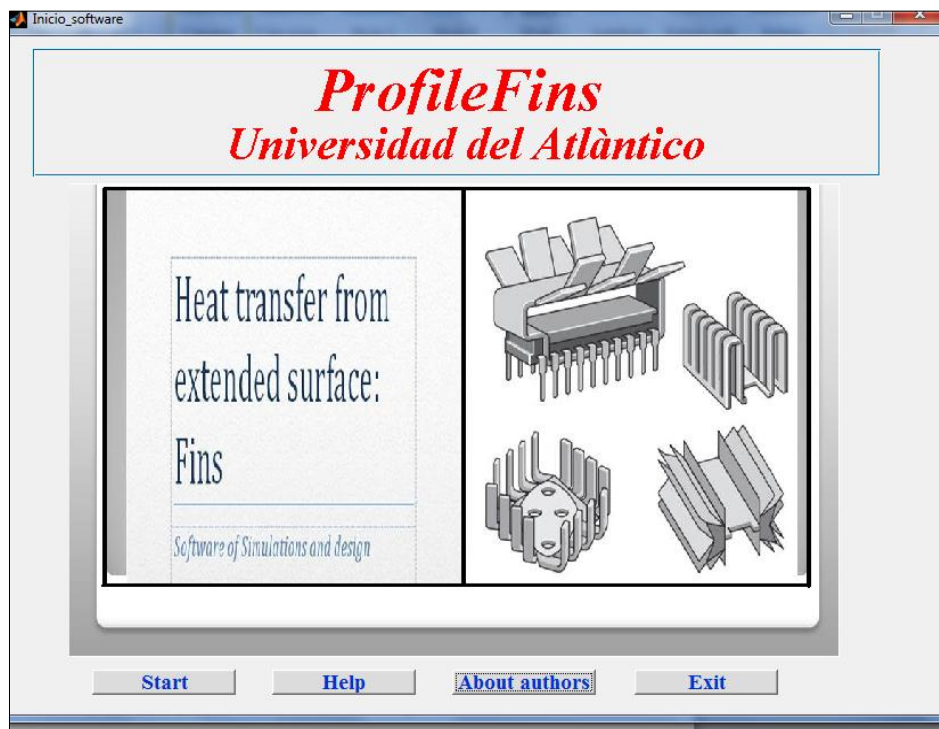

Figura 1. Ventana principal del Software.
1. Abra la ventana principal del software y en la parte inferior izquierda dar clic sobre el botón “Star”. Como se observa en la Figura 1.